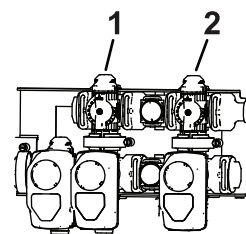

Figura 23
11. Ajuste a válvula de derivação de agitação (Figura 23) na parte posterior da válvula de
9. Ajuste o manípulo de derivação principal das secções para controlar a quantidade de agitação que ocorre no depósito (Figura 23)